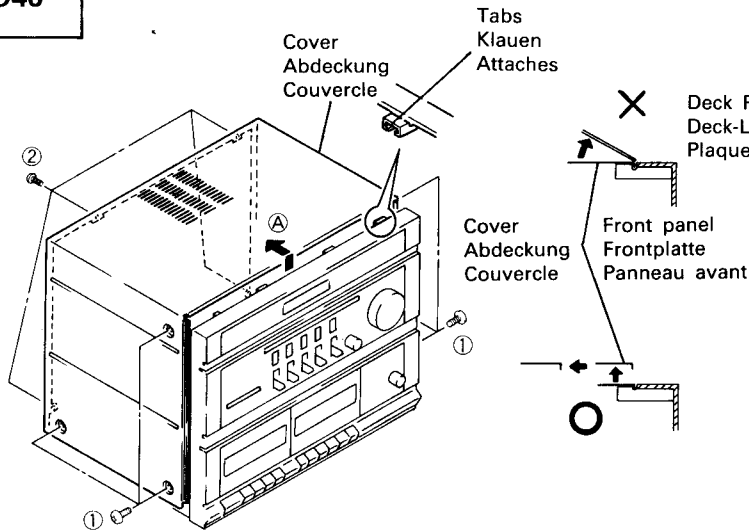

Fig. 1 Abb. 1
- Cover (Fig. 1)**
DEMONTAGE**1. Abdeckung (Abb. 1)**
DÉMONTAGE**1. Couvercle (Fig. 1)**